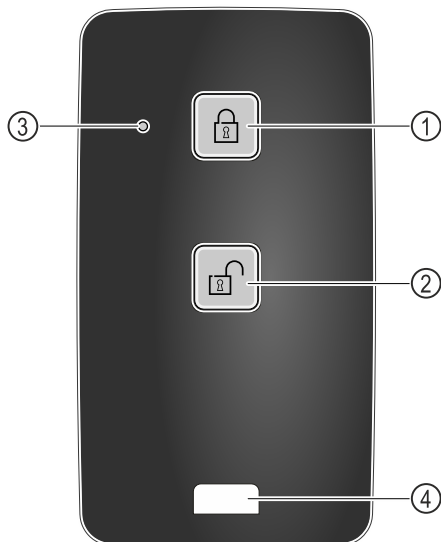

Fig. 219
- (1) Заблокировать замок
- (2) Разблокировать замок
- (3) Светодиод состояния
- (4) Крепежная проушина замка
- ▶ Нажмите кнопку Fig. 219 (1) на пульте дистанционного управления.
- ▶ Нажмите кнопку Fig. 219 (2) на пульте дистанционного управления.
- ▶ Светодиод состояния Fig. 219 (3) при нажатии на кнопку выдает оптический ответный сигнал.
- ▶ Проушина Fig. 219 (4) для закрепления пульта дистанционного управления, например, на связке ключей.